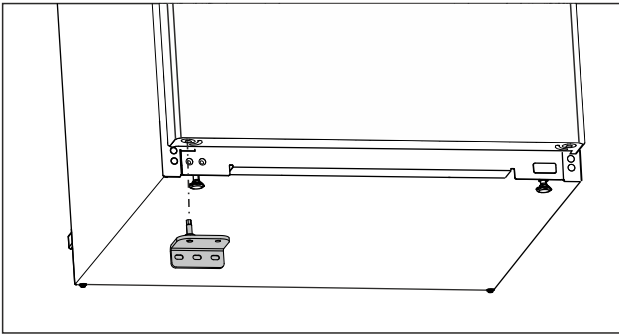

Fig. 17
- ▶ Vložte spodní stojan ložiska na opačné straně. (viz Fig. 17)